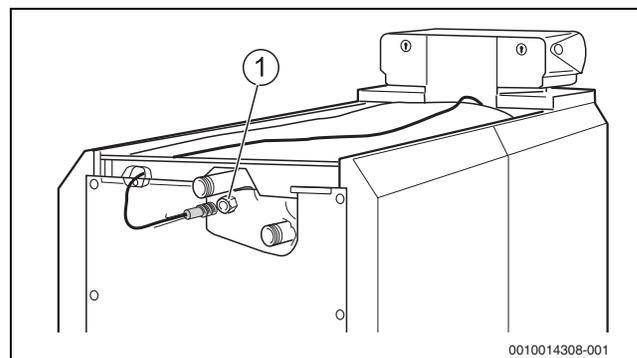

Bild 27 Temperaturfühler in Tauchhülle einführen
Die Fühler des Sicherheitstemperaturbegrenzers (STB) und des Temperaturreglers (TR) müssen am Installationsort (→ Bild 27, Seite 29) auf der Kesseloberseite montiert werden.